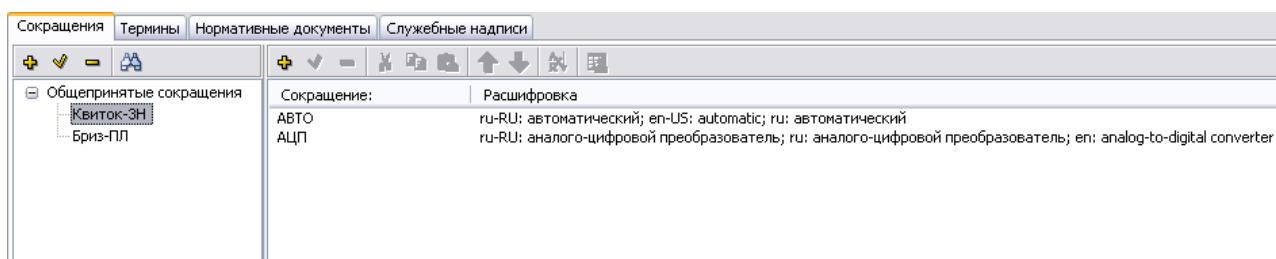

Рис. 3.53
4. Введите следующее сокращение. В правом окне редактора появится список введенных сокращений (Рис. 3.53).